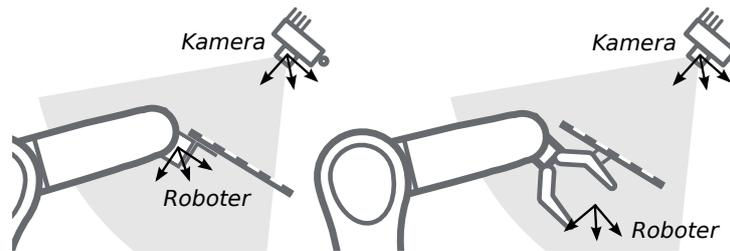

Abb. 6.20: Alternative Montageoptionen für die Befestigung des Kalibrieramusters am Roboter
**Kalibrierung einer statisch montierten Kamera** In Anwendungsfällen, bei denen die Kamera statisch verglichen zum Roboter montiert wird, muss das Kalibriermuster, wie im Beispiel in Abb. 6.19 und Abb. 6.20 angegeben, angebracht werden.
**Bemerkung:** Für das Modul zur Hand-Auge-Kalibrierung spielt es keine Rolle, wie das Kalibrieremuster in Bezug auf das benutzerdefinierte *Roboter*-Koordinatensystem genau angebracht und positioniert wird. Das bedeutet, dass die relative Positionierung des Kalibrieremusters zu diesem Koordinatensystem weder bekannt sein muss, noch für die Kalibrierroutine relevant ist (siehe in Abb. 6.20).